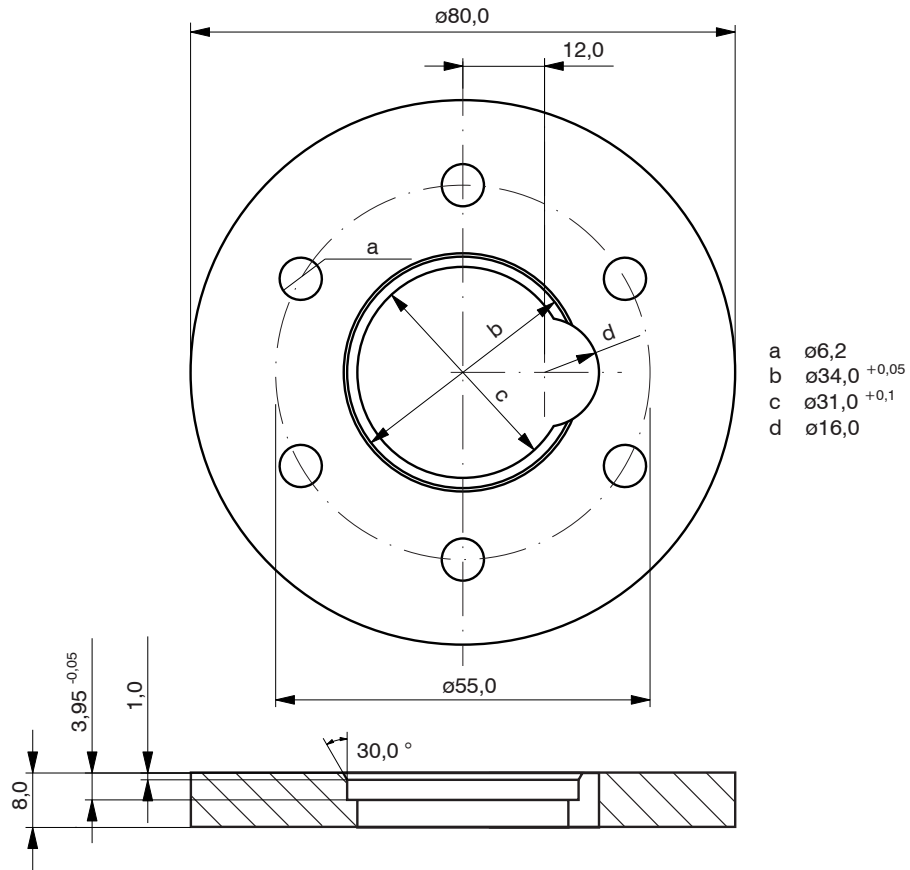

Abb. 12: Montagering für Sensormontage, Baureihe EDS-...-S
- ➔ Montieren Sie den Sensor am Zylinder mit Montagering (Anhang, siehe Abb. 12) und sechs Zylinderkopfschrauben (M5x10).